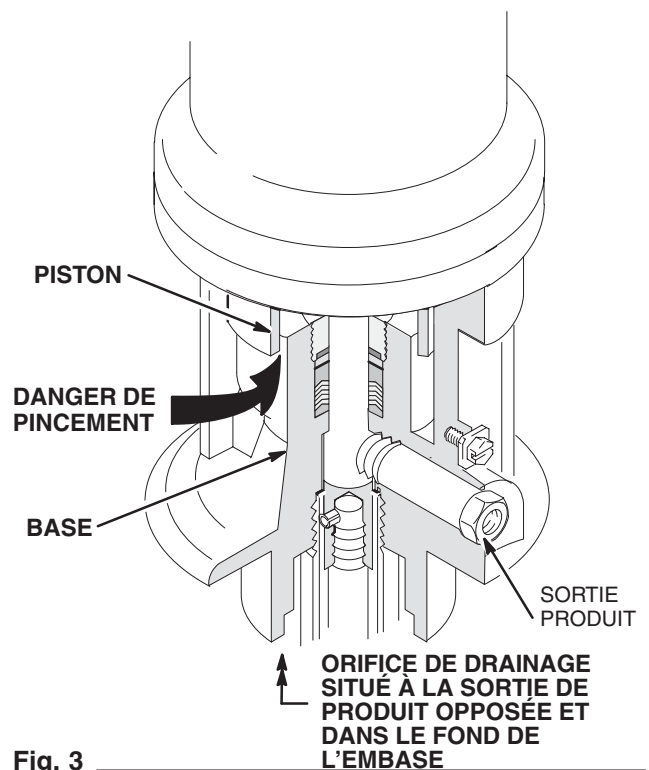

Fig. 3
Tenir les mains et les doigts à l'écart du piston quand il est en mouvement. Au moment où il rentre dans l'embase de la pompe, il risque de sectionner les doigts ou les outils pris entre les pièces mobiles. À noter l'avertissement contre les risques de pincement à la Fig. 3. S'assurer que la pression d'air et du produit a été complètement relâchée avant de réajuster l'écrou du piston ou du presse-étoupe afin de réduire les risques de sectionnement.
3. Vérifier que le piston du moteur pneumatique se trouve en fin de course haute. Si ce n'est pas le cas, **lire d'abord la mise en garde ci-dessus. Ensuite, en prenant soin de tenir les doigts à l'écart des pièces en mouvement**, envoyer une très légère pression d'air dans l'entrée d'air pour déplacer le piston vers le haut. Fermer le régulateur d'air et débrancher le flexible d'alimentation d'air. Voir la Fig. 3.